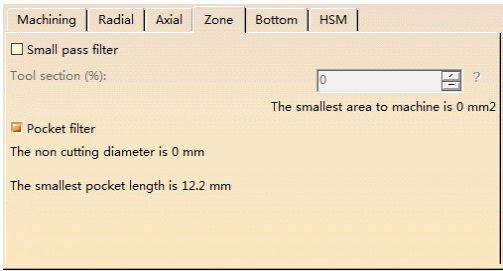

图 2-57 “Zone” 选项卡 (1)
4) “Zone” 选项卡。如图 2-57 所示，该选项相关参数如下：